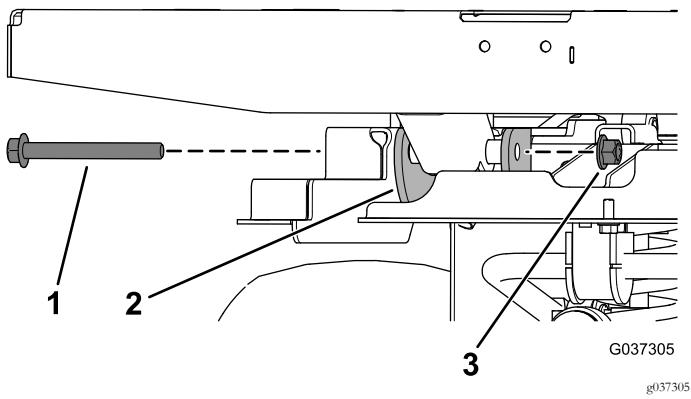

图6
4. 如图6 所示将 2 个凸缘头螺丝  $1/2 \times 4-1/2$  英寸穿过枢轴支架并用 2 个锁紧螺母  $1/2$  英寸固定。